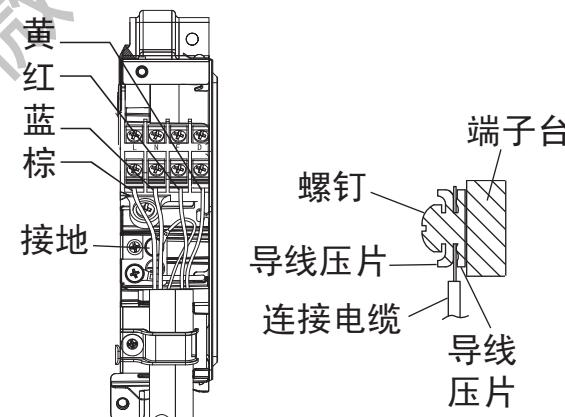

图15-1
- 将连接电缆如下图将头部弯折，并分别按不同颜色的线牢固的固定到端子台相对应的位置，确保连接电缆插入导线压片内，紧固力矩（5kgf. cm）。（如图15-1）